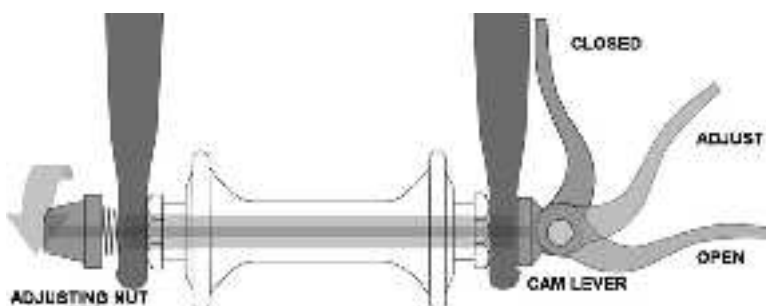
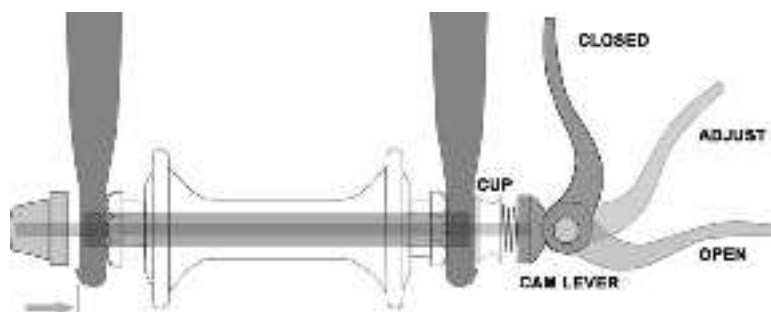

fig. 16
fig. 17
1. Un axe creux traversé par un arbre (« de serrage »), lequel axe comporte un écrou de tension réglable à une extrémité et une came décentrée à l'autre (fig. 16, 17)
Il existe actuellement deux types de mécanismes de rétention de roues à came décentrée : la came décentrée traditionnelle (fig. 16) et le système à came et coupelle (fig. 17). Tous deux se servent du mouvement de la came décentrée pour serrer la roue du vélo en place.
#### **Réglage du Mécanisme à Came et Coupelle (fig. 17)**
(1) Si votre vélo est équipé d'un dispositif de rétention de roue avant à action de came, déplacez le levier de came de la position verrouillée ou FERMÉE à la position OUVERTE (fig. 16, 17). Si votre vélo est équipé d'un système de rétention de roue avant à boulon traversant ou boulonné, desserrez l'attache ou les attaches de quelques tours dans le sens antihoraire à l'aide d'une clé appropriée, d'une clé de verrouillage ou du levier intégré.
(2) Si votre fourche avant est équipée d'un dispositif secondaire de rétention de type clipsable, dégagez-le. Si votre fourche avant est équipée d'un dispositif secondaire de rétention intégré et d'un système à action de came traditionnel (fig. 16), desserrez l'écrou de réglage de tension suffisamment pour pouvoir retirer la roue des pattes. Si votre roue avant utilise un système à came et coupelle, (fig. 17) serrez la coupelle et le levier de came ensemble tout en retirant la roue. Il n'est pas nécessaire de faire tourner une pièce quelconque avec le système à came et coupelle.
(1) Si votre vélo est équipé d'un système de rétention de roue avant à action de came, déplacez le levier de came de manière à ce qu'il s'éloigne de la roue (fig. 17). C'est la position OUVERTE. Si votre vélo est équipé d'un système de rétention de roue avant à boulon traversant ou boulonné, passez à l'étape suivante.
(2) La fourche de direction étant orientée vers l'avant, insérez la roue entre les fourreaux de fourche de manière à ce que l'essieu repose fermement sur le haut des pattes de la fourche. Le levier de came, s'il y en a un, doit se trouver sur le côté gauche du vélo (fig. 16, 17). Si votre vélo est équipé d'un dispositif secondaire de rétention de type clipsable, activez-le.
(3) Si vous disposez d'un mécanisme d'actionnement à came traditionnel : en maintenant le levier de came en position RÉGLAGE de la main droite, serrez l'écrou de réglage de tension de la main gauche jusqu'à ce qu'il soit serré contre la patte de la fourche (fig. 16). Si vous avez un système à came et coupelle : l'écrou et la coupelle (fig. 17) doivent être enclenchés dans la zone en retrait des pattes de la fourche et aucun réglage ne devrait être nécessaire.
(4) Tout en poussant fermement la roue jusqu'au sommet des fentes des pattes de la fourche et en centrant la jante de la roue dans la fourche.
(a) Avec un système à action de came, déplacez le levier de came vers le haut et faites-le pivoter vers la position FERMÉE (fig. 16, 17). Le levier devrait maintenant être parallèle au fourreau de fourche et courbé vers la roue. Pour appliquer une force de serrage suffisante, vous devez enrouler vos doigts autour du fourreau de fourche pour un effet de levier et le levier devrait laisser une empreinte claire dans la paume de votre main.
Certains vélos sont équipés d'un liant de tige de selle à action de came. Le liant de tige de selle à action de came fonctionne exactement comme l'attache de roue à action de came traditionnelle (6.A). Bien que le liant à action de came ressemble à un long boulon ayant un levier à une extrémité et un écrou à l'autre, il se sert d'une action de came décentrée pour serrer fermement la tige de selle (fig. 16).